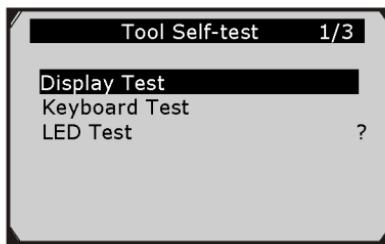

Рис. 3.9
- 2) Выбрать **Display Test** в меню **Tool Self-test** и нажать кнопку **OK** для запуска теста (рис. 3.9).